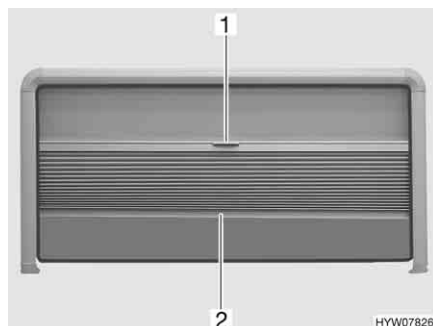

Fig. 16 Finestra apribile
- Afferrare la tendina oscurante pieghevole al centro dell'asta di chiusura (Fig. 16,2) e tirare delicatamente verso il basso.
- Tenere la parte centrale dell'asta di chiusura (Fig. 16,2) della tendina oscurante pieghevole e tirare quest'ultima verso l'alto con cautela.
- Tirare la zanzariera a rullo verso il basso utilizzando la maniglia (Fig. 16,1).
- Spingere la zanzariera a rullo completamente verso l'alto utilizzando la maniglia (Fig. 16,1).